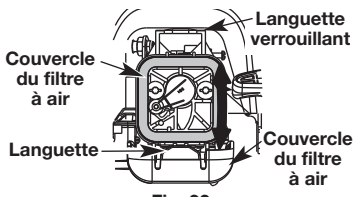

Fig. 32
1. Ouvrez le couvercle du filtre à air. Appuyez vers l'intérieur sur la languette de fermeture sur la partie supérieure du couvercle, tirez ensuite sur le couvercle du filtre à air vers l'extérieur et le bas. (Fig. 32).
2. Sortez le filtre à air (Fig. 32).
7. Remettez le couvercle du filtre à air en place. Positionnez les fentes dans la partie inférieure du couvercle du filtre à air sur les languettes sur la partie inférieure de la face arrière (Figs. 32).
8. Faites pivoter le couvercle jusqu'à ce que la languette sur la face arrière du filtre arrière se loge dans la fente sur le couvercle du filtre à air (Fig. 32).